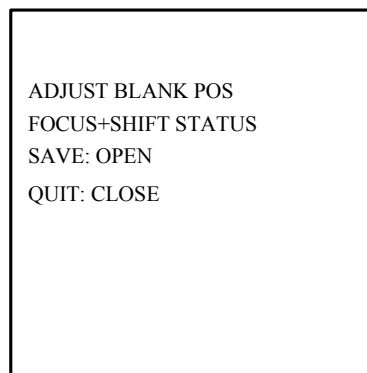

Figura 3.3.24
1. Spostare il cursore con il joystick di fianco a WINDOW SETTINGS (IMPOSTAZ. FINESTRA) e premere il pulsante IRIS+ per accedere al menu di Figura 3.3.24. Apparirà una finestra di colore porpora sul monitor (il colore cambia in funzione del modello della dome).